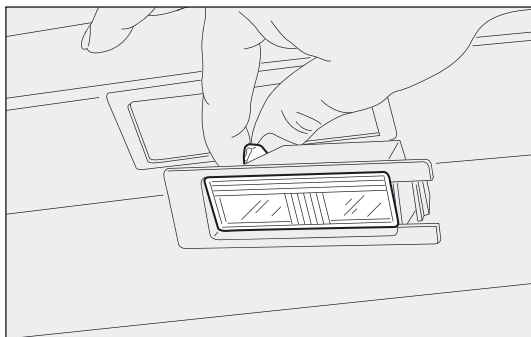

fig. 179
- ☐ maak de lamp fig. 179 los uit de veercontacten aan de zijkant en vervang hem; controleer of de nieuwe lamp goed vastzit in de veercontacten;